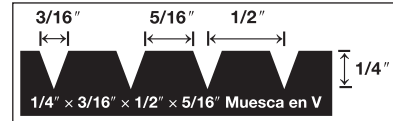

Figura 1
• Palustre de muesca en V de 1/4" x 1/2" x 3/16" (6 mm x 13 mm x 8 mm) (Figura 1)